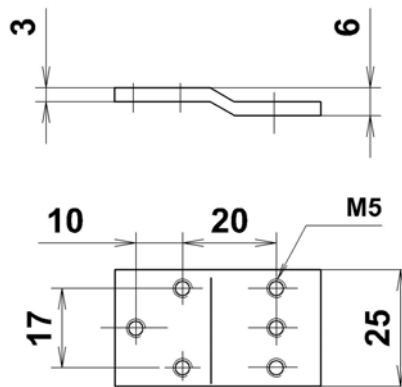
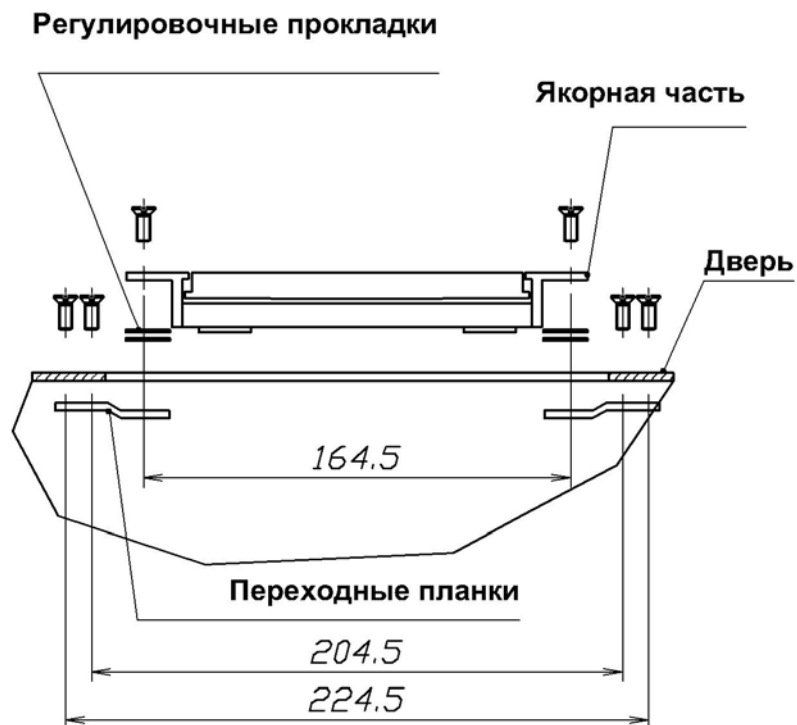

Рис. 6
Рис. 7
- 5.6 Для монтажа ЗАМКА в металлические двери используются переходные планки (рис. 6). Монтажный комплект с планками и винтами поставляется отдельно. Пример монтажа якорной части в металлическую дверь показан на рис. 7. Крепление осуществляется винтами М5х12 из комплекта монтажа.